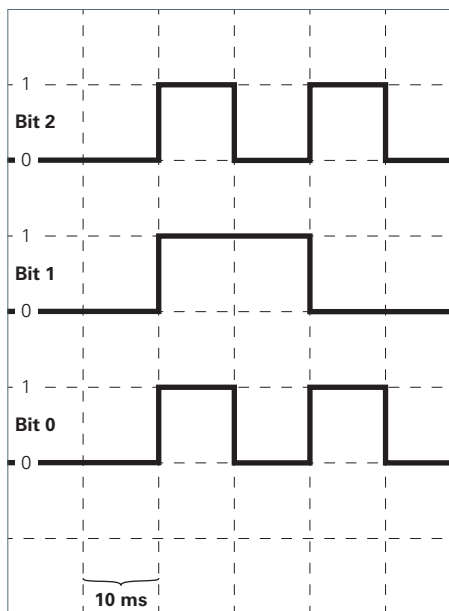

Fig. 8: Sequenza di bit per attivare il modo operativo "Modalità Combi BIANCO+RGB".
- Inviare la sequenza di bit per l'attivazione alla linea di collegamento con le luci bianche e la luce RGB, vedi Fig. 8.